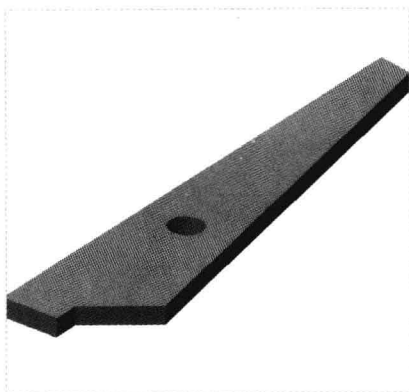

图 15-51 创建拉伸特征 1
Step 02 返回“拉伸”选项卡，在“输入侧 1 的深度值”数值框中输入 3，按【Enter】键确认，单击“应用并保存在工具中所做的所有更改，然后关闭工具操控板”按钮，完成拉伸特征的创建，如图 15-51 所示。